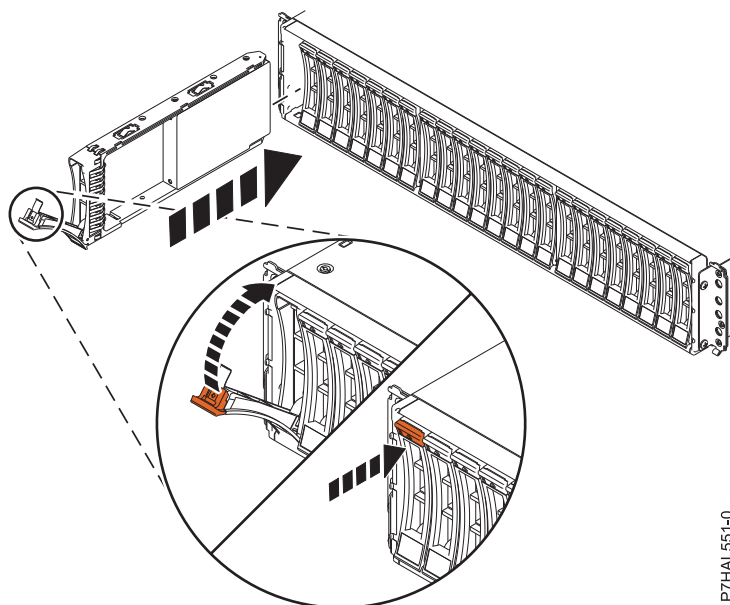

Figura 14. Instal·lació o substitució de la unitat de disc a l'allotjament d'unitats de disc
3. Amb la nansa en posició desbloquejada, tal com es mostra a Figura 14 a la pàgina 15, aguanteu la part inferior de la unitat mentre l'alineeu amb les guies de la unitat d'expansió.
8. Bloquegeu la unitat fent girar la nansa del compartiment (A) en la direcció que es mostra a Figura 14 a la pàgina 15.